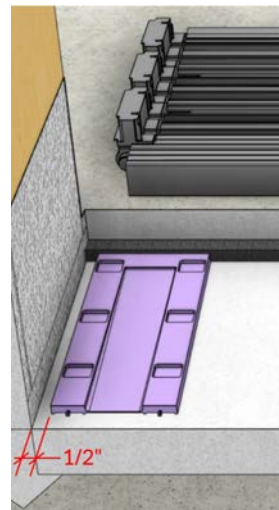

Fig 4
- Coloca las cuñas de drenaje incluidas en el kit de instalación sobre la bandeja del umbral, contra la cinta de espuma en la parte posterior de la abertura en bruto. (Fig. 4 y 5)
- Coloca una cuña en cada extremo de la abertura en bruto, a 1/2" del borde. (Fig. 4.)